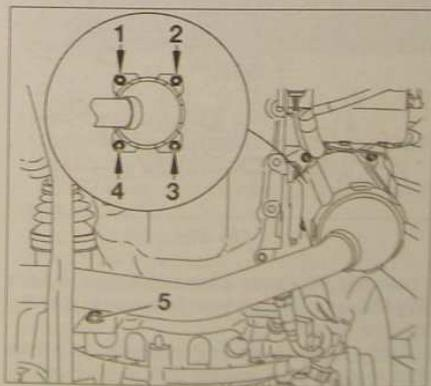

FIG. 38
- l'ordre de serrage de ses fixations (Fig.38) :
- 1^{re} phase : serrer les écrous (4) et (2) à $0,4 \pm 0,1$ daN.m.
- 2^e phase : serrer la vis (5) sous la boîte à $4 \pm 0,6$ daN.m.
- 3^e phase : serrer les écrous (1) (3) (4) et (2) à $2 \pm 0,5$ daN.m.
- 4^e phase : serrer les écrous (1) (3) (4) et (2) à $4 \pm 0,4$ daN.m.